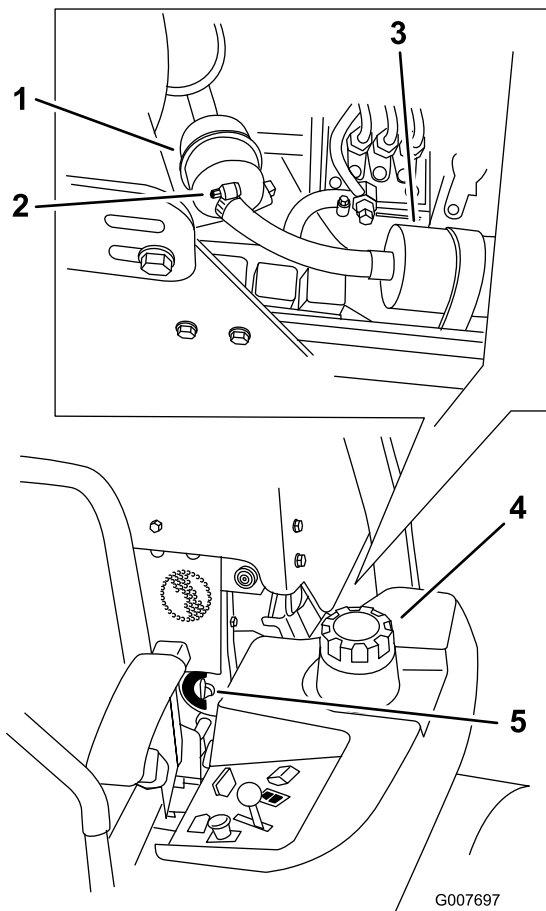

Figure 59
4. Fermez le robinet d'arrivée de carburant (Figure 59).
5. Desserrez les deux colliers et débranchez les conduites du filtre à carburant (Figure 59).
6. Montez un filtre neuf. Raccordez les conduites d'alimentation au filtre à carburant et resserrez les deux colliers (Figure 59).